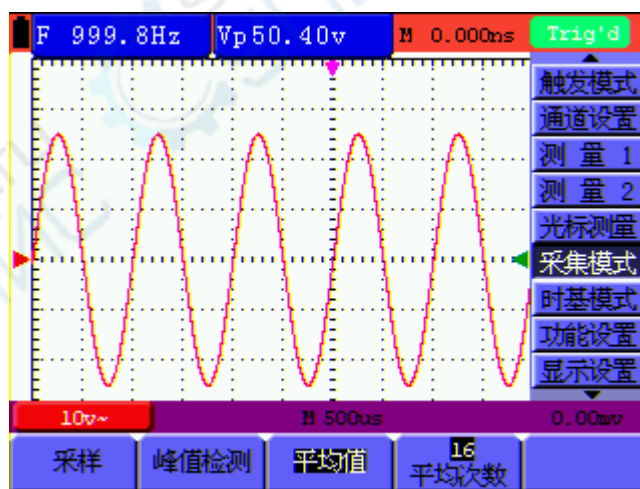

图 12: 平均值采样方式
3. 按 **F3** 键，选择 **平均值**，再按 **F4** 键，选择 **平均次数 16**。这时会平均 16 次测量结果显示。见图 12：